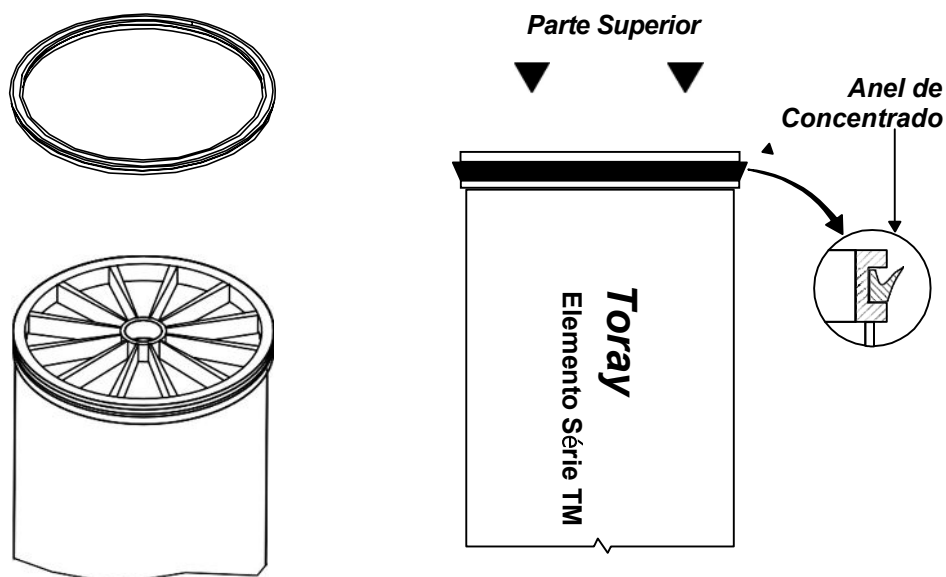

Figura TMM-200-2
1. Anel de Concentrado: Os produtos Toray enviados pela Toray Membrane USA (TMUS) e Toray Membrane Oriente Médio (TMME) possuem um anel de vedação pré-instalado (brine seal). Clientes que recebem elementos da TMUS ou TMME podem pular esta etapa e, apenas verificar a correta posição do anel de vedação. Para outras regiões, siga as instruções conforme mostra a Figura TMM-200-2 e TMM-200-3.